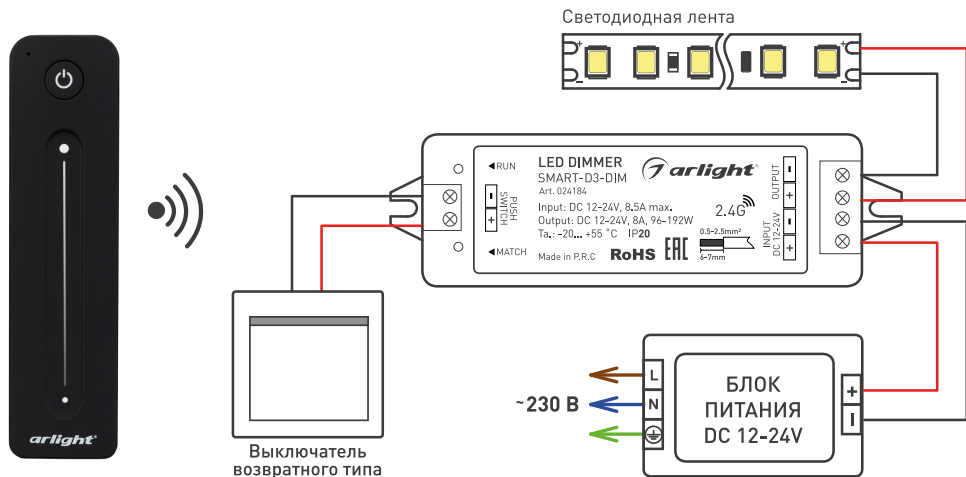

Рисунок 1. Схема подключения панели SMART-DIM-SET-LINE
3.2. Подключите диммер согласно схеме (рисунок 1).